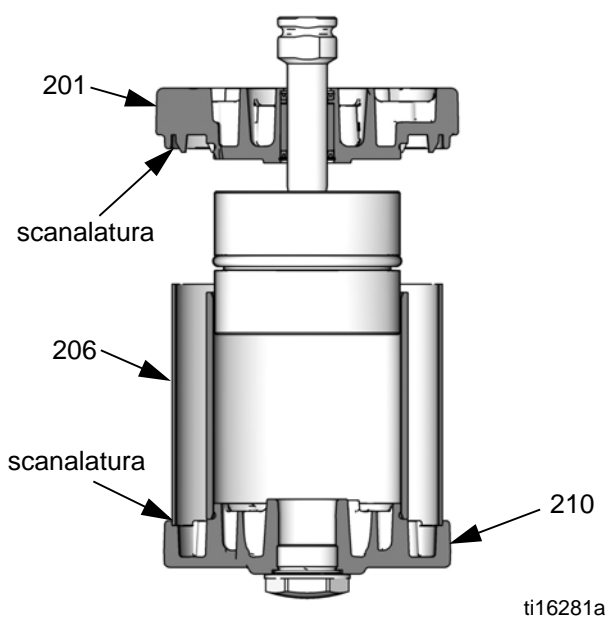

FIG. 19. Allineare lo schermo nelle scanalature sui coperchi
5. Lubrificare e installare l'o-ring (202*) sul coperchio inferiore (201).
6. Spingere con cautela l'estremità filettata dell'asta (218) verso l'alto attraverso il coperchio inferiore (201).
7. Applicare l'adesivo 16G561 alla parte filettata dell'asta (218). Avvitare il pistone (219) sull'asta. Inserire il pistone in una morsa con ganasce morbide e serrare a una coppia di 47-54 N•m (35-40 ft-lb).
8. Lubrificare e installare l'O-ring (204*) sul pistone (219).
9. Vedere FIG. 19. Posizionare con cautela il coperchio inferiore/il gruppo del pistone sul cilindro (205), facendo scorrere il pistone (219) nel cilindro. Le superfici del collettore del coperchio superiore e di quello inferiore devono essere allineate. Assicurarsi che la protezione (206) si trovi nella scanalatura sia sul coperchio superiore, sia su quello inferiore.